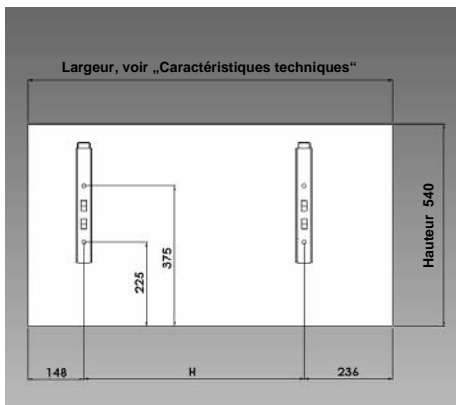

fig.4 Anti basculement / appareil
- **fixation au sol** .....selon fig.4
Placez les supports coupés (avec deux vis chacun) au mur de soutien à une distance „H“ avec une tolérance maximale de  $\pm 10\text{mm}$  (fig.4, tableau 2) avec le matériel de fixation fourni ou approprié (trous de 10mm dans les supports), référez vous au chap. «distances minimales».